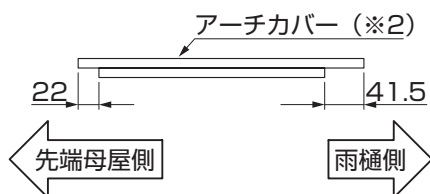

図7-1
- アーチカバーは切欠きの大きい側を雨樋側にして取付けてください。(※2) (図7-1参照)